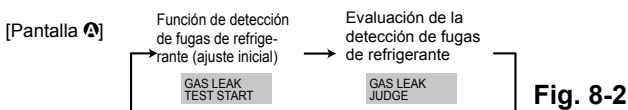

Fig. 8-2
- 2 Pulse el botón (CLOCK) y seleccione [GAS LEAK TEST START] (INICIO DE PRUEBA DE FUGAS DE GAS). (Fig. 8-2)